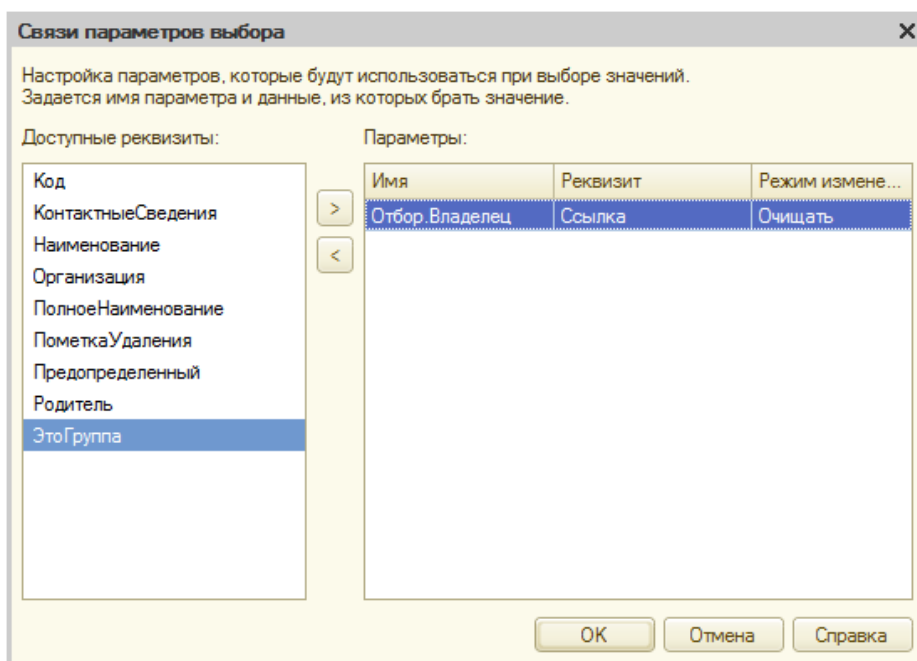

Рисунок 7.3- Окно Связи параметров выбора с настроенным параметром
4. В левой части окна можно видеть доступные реквизиты (это реквизиты открытого элемента справочника **Контрагенты**), в правом – параметры, влияющие на отбор элементов в появляющемся окне выбора элементов при заполнении поля представителя контрагента. Выделим реквизит **Ссылка** и нажмем на кнопку **Добавить выбранный реквизит в параметры выбора** (она находится между полями). Окно примет следующий вид, Рисунок 7.3.